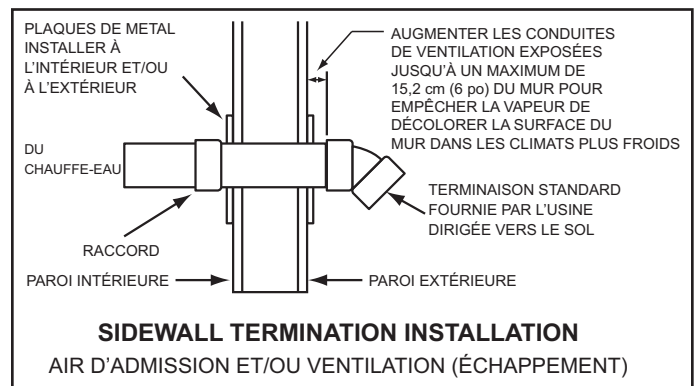

Figure 23
- Couper une ou plusieurs longueurs de tuyau à installer de 8,9 cm (3,5 po) à 24,1 cm (9,5 po) plus longues que l'épaisseur de paroi à l'ouverture. Voir Figure 23.
- En travaillant de l'extérieur, faire glisser le tuyau et la ou les terminaisons assemblées aux étapes précédentes à travers la paroi. S'assurer de diriger la ou les terminaisons vers le sol. Voir Figure 23.
- Installer un accouplement à l'extrémité du ou des tuyaux à l'intérieur du bâtiment. Avant que le calfeutrage à la silicone n'ait eu le temps de prendre complètement, sortir du bâtiment et s'assurer que la ou les terminaisons sont toujours dirigées vers le sol. Voir Figure 23.